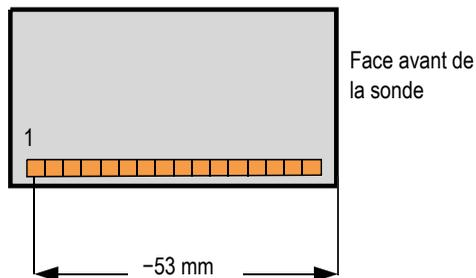

Figure 4-4 Mesure du point de référence de la sonde
- a) Au paramètre **Point de réf.**, entrez le point de référence de la sonde, qui correspond à la distance entre la face avant de la sonde et le centre du premier élément de la sonde (voir la Figure 4-4 à la page 113).